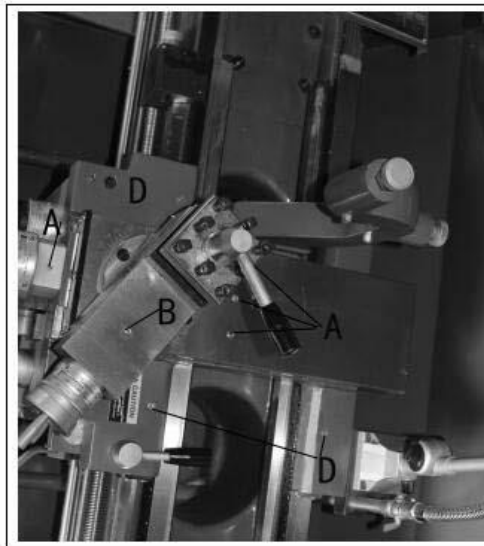

Рисунок 9
Поперечные салазки - смазывайте четыре пресс-масленки (А, рис.9) маслом MobilDTE® OilHeavyMedium ежедневно.
**Резцовые салазки** - смазывайте одну пресс-масленку (В, рис.9) маслом MobilDTE® OilHeavyMedium ежедневно.
**Каретка** - смазывайте четыре пресс-масленки (D, рис.9) маслом MobilDTE® OilHeavyMedium ежедневно.